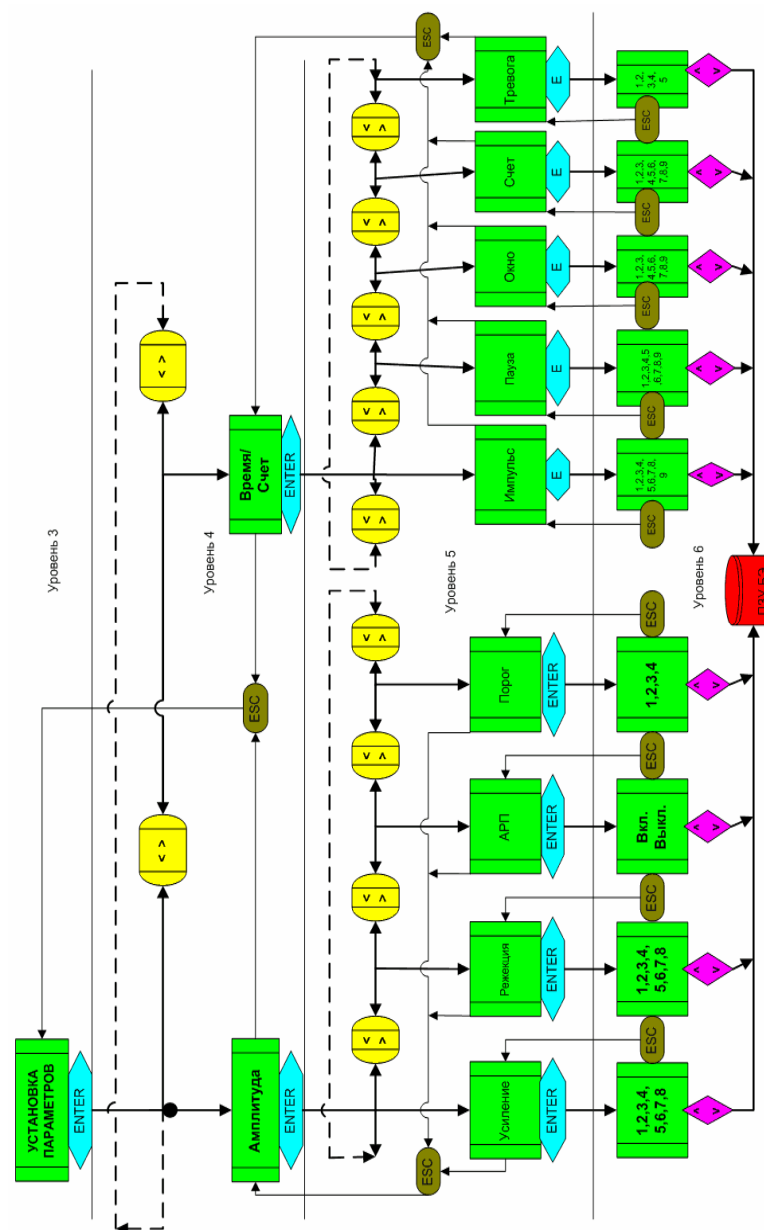

Рис. 3.6. Структурная схема раздела «УСТАНОВКА ПАРАМЕТРОВ» меню ПУ
На рис. 3.6. изображена структурная схема раздела **«УСТАНОВКА ПАРАМЕТРОВ»**, включающая 3-й, 4-й, 5-й и 6-й уровни системного меню. Перемещение по 5 уровню осуществляется с помощью клавиш «→» или «←». Переход с 5-го на 4-й уровень меню осуществляется нажатием клавиши «ESC» на ПУ.
3.2.3.2. С помощью клавиши «ESC» перейти на 3-й уровень меню, с помощью клавиши «→» осуществить переход в раздел **«УСТАНОВКА ПАРАМЕТРОВ»** (рис. 3.6.). Нажав клавишу «ENTER», перейти на 4-й уровень меню в подраздел «Амплитуда»; нажав клавишу «ENTER», перейти на 5-й уровень меню в параметр «Усиление»; нажав клавишу «ENTER», перейти на 6-й уровень в режим установки усиления. С помощью клавиши «↑» или «↓» осуществить установку числа **«1»** – минимального усиления. Нажав несколько раз клавишу «ESC», перейти на 3-й уровень меню, с помощью клавиши «→» или «←» осуществить переход в раздел **«ТЕСТ»**. Далее повторить процедуру по п. 3.2.3.1, убеждаясь, что и при минимальной чувствительности изделие вырабатывает сигнал тревоги в ответ на тест.
3.2.4.2. В первую очередь необходимо установить начальное «среднее» усиление в тракте обработки сигнала. Для этого в разделе **«УСТАНОВКА ПАРАМЕТРОВ»** (рис. 3.6.) нажать клавишу «ENTER» и войти в подраздел «Амплитуда»; нажать клавишу «ENTER» и войти в параметр **«Усиление»**, еще раз нажав клавишу «ENTER», войти в числовое меню параметра. Используя клавиши «↑» или «↓», установить параметр **«4»**, соответствующий среднему значению усиления. Нажав клавишу «ESC» несколько раз, подняться на 3-й уровень системного меню.
«УСТАНОВКА ПАРАМЕТРОВ» (рис. 3.6.), затем проходим последовательно на подраздел «Амплитуда» (4-й уровень), далее в параметр «Режекция» (5-й уровень) и на 6-й уровень числовых значений этого параметра.
Для того, чтобы проверить правильность выбора числового параметра «Режекция», необходимо в разделе «УСТАНОВКА ПАРАМЕТРОВ» и подразделе «Амплитуда» (рис. 3.6.) изменить числовой параметр «Режекция» в пределах ± 1 . Затем в подразделе «КТ5; КТ6» раздела «КОНТРОЛЬНЫЕ ТОЧКИ» аналогичным образом определить усредненные оценки $A_{5/6}$ и убедиться, что они меньше величины, полученной ранее.
3.2.5.1. При настройке чувствительности, в подразделе «Амплитуда» раздела «УСТАНОВКА ПАРАМЕТРОВ» параметр «АРП» (рис. 3.6.) должен быть выключен, т.е. установлен «Выкл».
3.2.5.2. Чувствительность изделия к вибрации СЗ определяется значениями 2-х параметров в системном меню ПУ (рис. 3.6.):